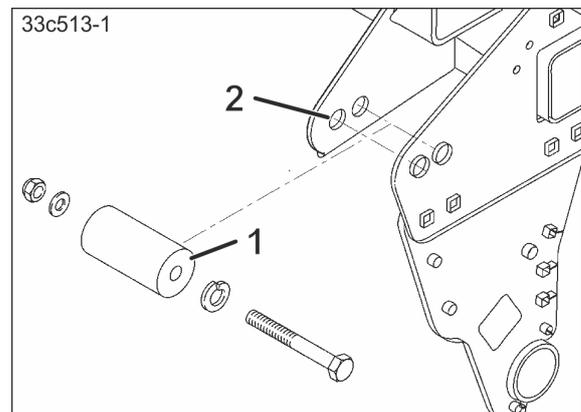

Fig. 105
- zwei Lagerbuchsen (Fig. 105/1)
sind in Bohrung (Fig. 105/2) befestigt.